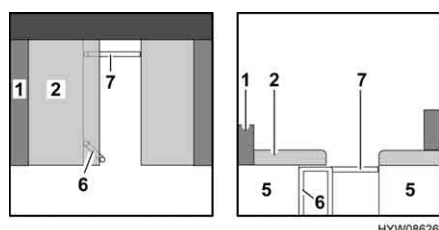

Fig. 41 Dopo la trasformazione
- Tirare il cuscino del sedile (Fig. 41,2) sulla staffa di supporto, fino a che il cuscino dello schienale (Fig. 41,1) risulta correttamente posizionato tra il cuscino del sedile e la parete esterna.
- Inserire il cuscino dello schienale (Fig. 41,1) tra il cuscino del sedile (Fig. 41,2) e la parete esterna.